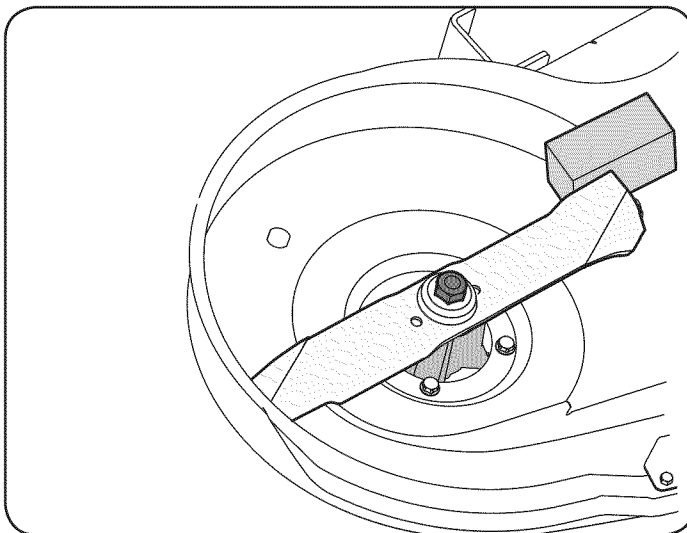

Figura 23
2. Coloque un bloque de madera entre el centro y el deflector de la vivienda cubierta de la cuchilla de corte para actuar como un estabilizador. Véase la figura. 23.
3. Quite la tuerca hexagonal brida que sujeta la hoja a la Asamblea del husillo. Véase la figura. 23.